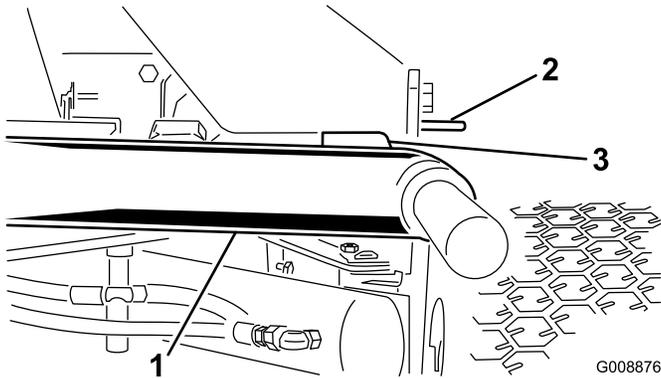

Figure 8
1. Mettez le moteur en marche, relevez les plateaux de coupe et vérifiez qu'un espace de 5 à 8 mm sépare chaque bras de relevage du support de la plaque de plancher (Figure 8).